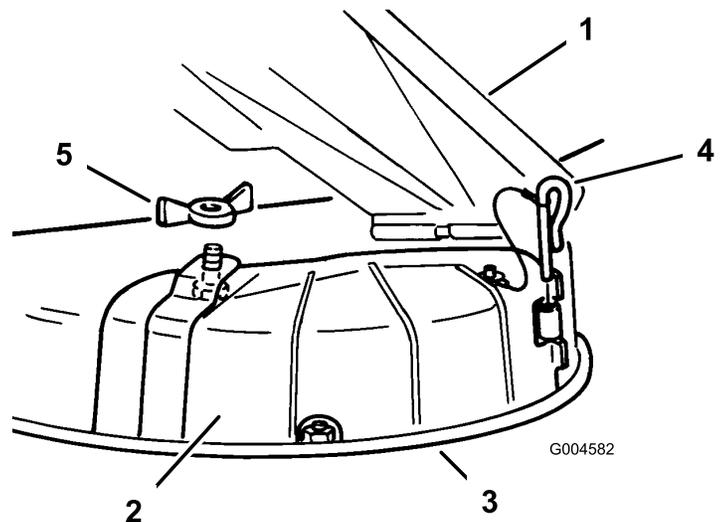

Bild 24
3. Entfernen Sie die Flügelmutter und die Schraube, mit denen die Abdeckung befestigt ist (Bild 24). Bewahren Sie alle Teile für eine Wiederverwendung auf.
4. Entfernen Sie die Scharnierstifte, mit denen die Abdeckung am Mähwerk befestigt sind (Bild 24).
3. Heben Sie das Ablenklech hoch und legen die Auswurfkanalabdeckung über die Öffnung und auf die untere Lippe des Mähwerks, wobei Sie die Abdeckung gleichzeitig in das vordere Scharnier stecken (Bild 24).
4. Schieben Sie den Scharnierstift durch das Scharnier (Bild 24).
5. Befestigen Sie die Auswurfkanalabdeckung mit der Flügelmutter am Mähwerk (Bild 24).